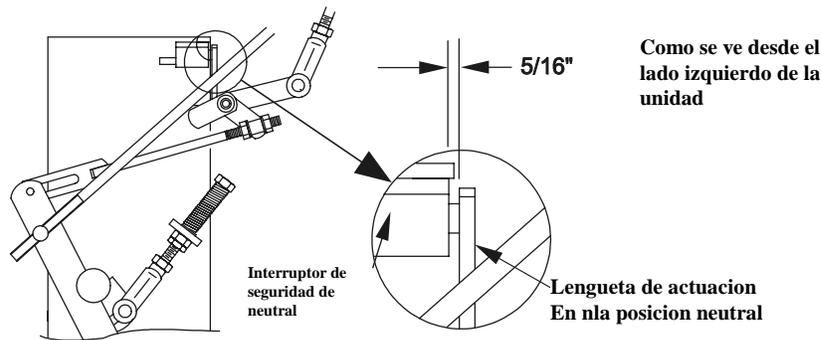

FIGURA 11
- 2. Mueva la palanca de control de velocidad (ubicado en la consola) totalmente hacia adelante y controle la orientación del indicador al final de la manivela del control de velocidad. Vea figura 11. Estos indicadores deben estar apuntando directo hacia abajo en la posición de las 6 en punto
o ligeramente hacia adelante. Ajuste la horquilla estriada en la parte inferior del acople del control de velocidad (Vea figura 11) hasta que los indicadores estén en la posición correcta.
- Estire la palanca de control de velocidad de nuevo a la posición neutral. Controle que el indicador del interruptor de seguridad de neutro haya presionado el pistón del interruptor de tal manera que haya unas 5/16 de pulgada entre el indicador y el interruptor. Vea figura 11. Si es necesario, mueva el interruptor hacia adelante o atrás para hacer el ajuste correspondiente.
1. Con la maquina todavía en los trípodes o soportes y el motor en marcha y con el acelerador al máximo, mueva la palanca de control de velocidad a su posición "media". Mueva la palanca de manejo respectiva hacia arriba hasta que alcance la posición neutral y asegure con el cerrojo asegurador de neutral. Vea figura 11. Si la rueda gira en cualquier, el largo del acople de la palanca de manejo tendrá que ser ajustado.